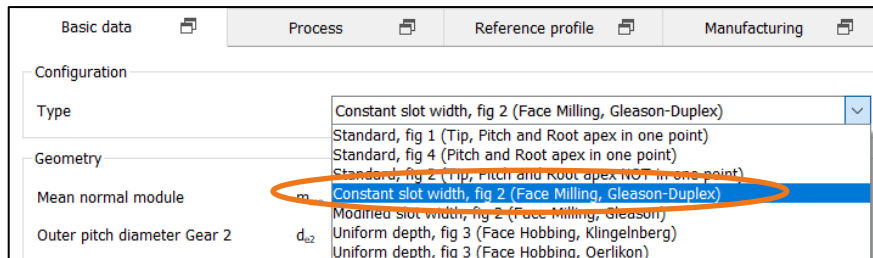

Figure 7. Selecting «constant slot width» type or «modified slot width» type
1. In «**Basic data**»→ «**Type**» select the «**Constant slot width**» or «**Modified slot width**» type (see Figure 7).